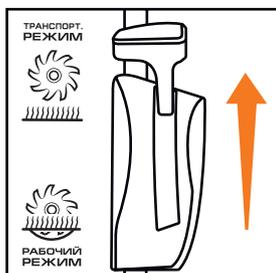

Рис. 28
- Переведите рычаг положения вала в транспортное положение (Рис. 28).
- Переведите рычаг включения вала в транспортное положение (Рис. 28). При регулировке режущий вал не должен касаться земли.